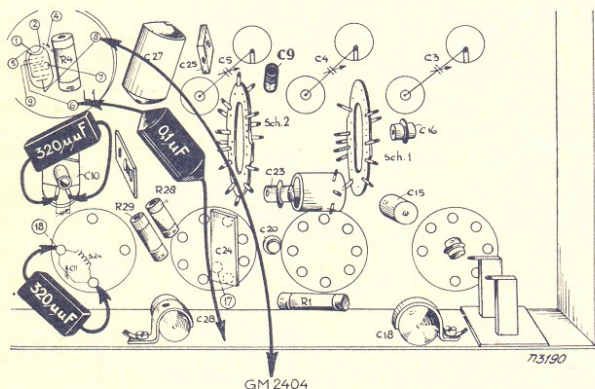

Fig. 3
6. Disposer un condensateur de 320 $\mu\mu\text{F}$ en parallèle sur C10 (voir fig. 3).
8. Déplacer le condensateur de 320 $\mu\mu\text{F}$ vers C11 (voir fig. 3).
3. Brancher l'amplificateur apériodique GM 2404 à l'anode de L1 (voir figure 3).
5. Mettre la première grille de la lampe mélangeuse à la masse à travers un condensateur de 0,1 μF (voir figure 3).
11. Régler C9 sur la puissance de sortie maximum (voir figure 3).